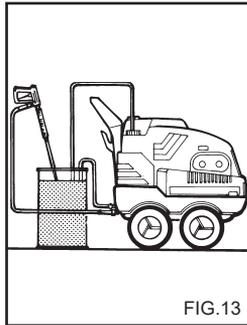

FIG. 13
**WERKWIJZE VOOR DE ANTI-VRIES (Fig. 13)**